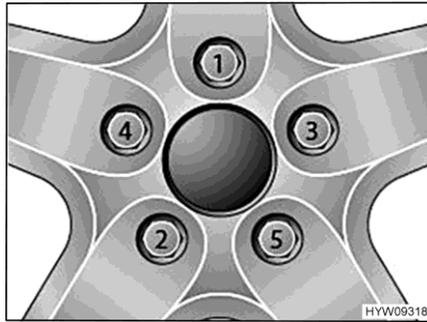

Fig. 67 Serrer en croix les écrous ou les boulons de roue
- Serrer les écrous ou les boulons de roue dans l'ordre indiqué à la Fig. 67. Utiliser pour ce faire une clé dynamométrique et respecter le couple de serrage prescrit (voir paragraphe 14.5).
- Vérifier régulièrement le serrage des écrous ou des boulons de roues. Resserrer tous les écrous ou les boulons de roue 50 km après le changement d'une roue. Respecter l'ordre indiqué à la Fig. 67.
- Si des jantes neuves ou repeintes sont utilisées, alors resserrer les écrous ou les boulons de roue une fois de plus après env. 1 000 à 5000 km. Respecter l'ordre indiqué à la Fig. 67.